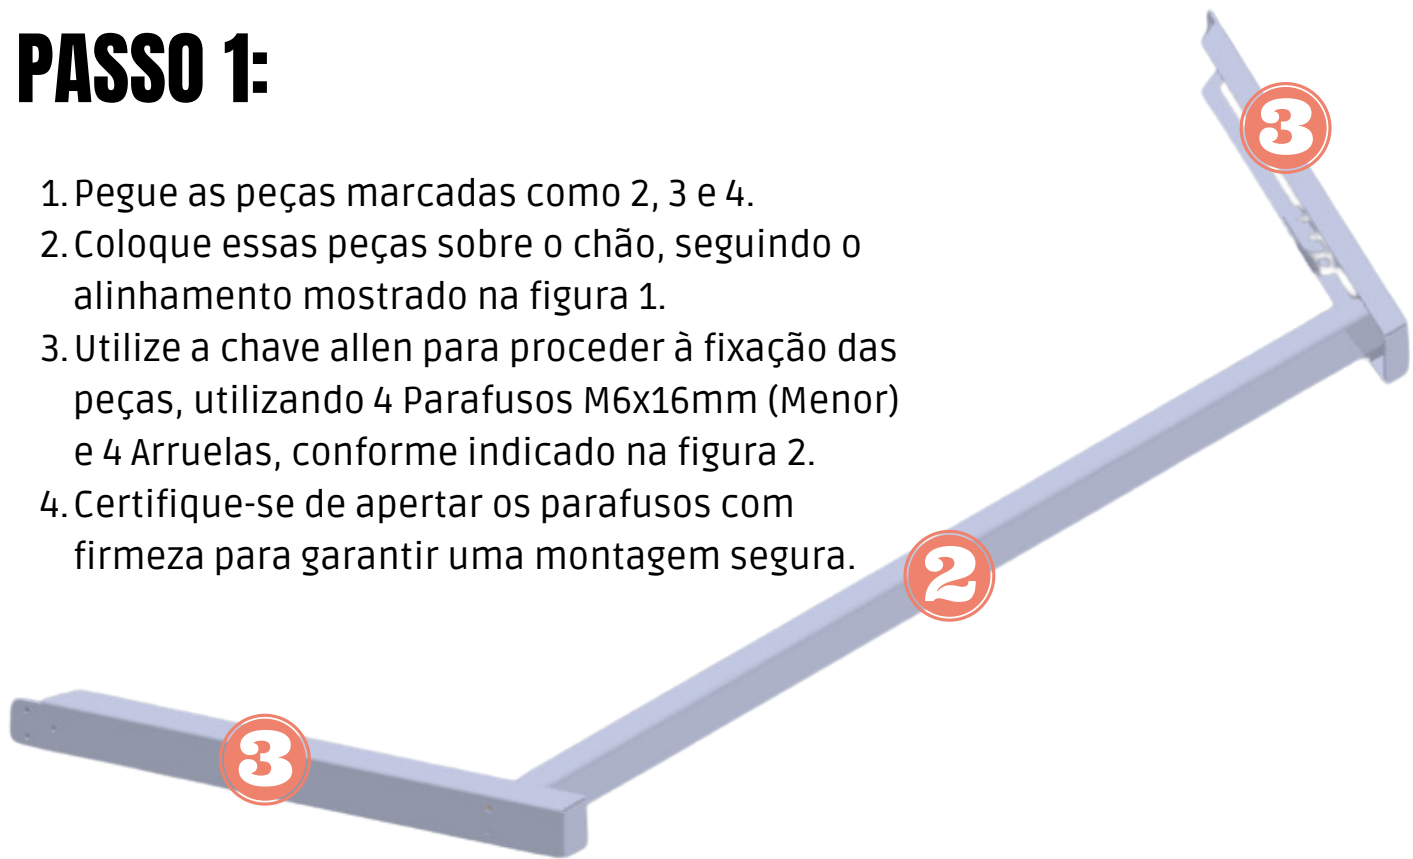

FIGURA 2
3. Utilize a chave allen para proceder à fixação das peças, utilizando 4 Parafusos M6x16mm (Menor) e 4 Arruelas, conforme indicado na figura 2.